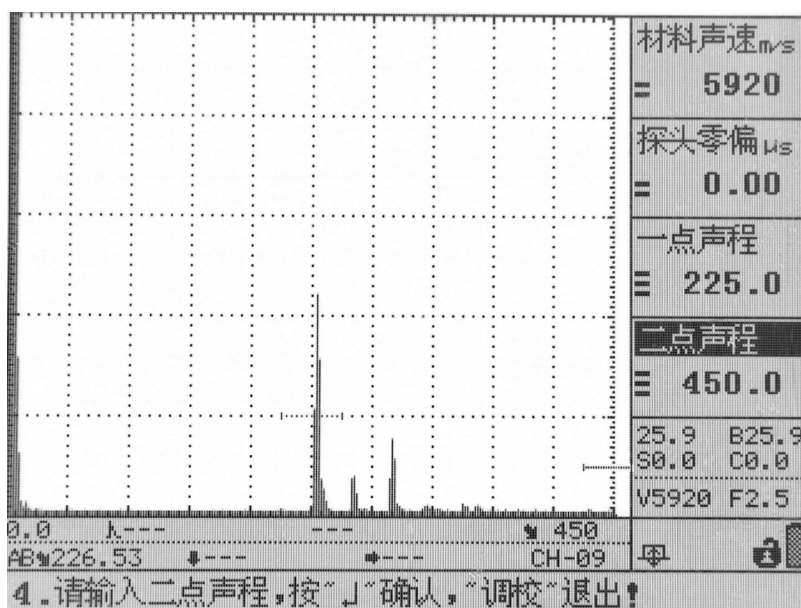

图 3.2
- 5) 将探头耦合到 CS-1-5 的标定试块上，设置接近的材料声速为 5920m/s，探头零偏采用默认值，一点声程设为 225mm，二点声程设为 450mm，如图 3.2 所示；单击“确认”键，此时发